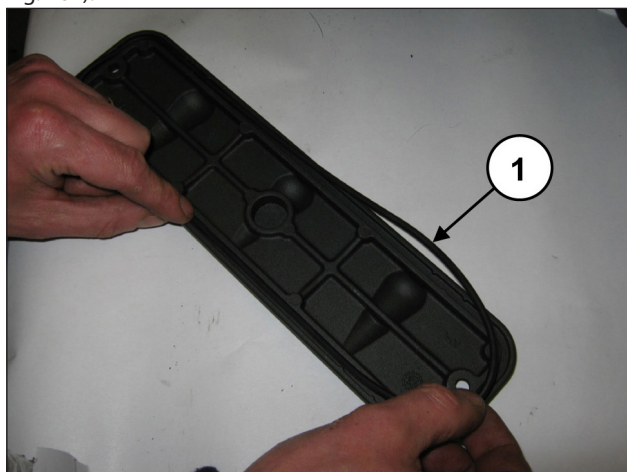
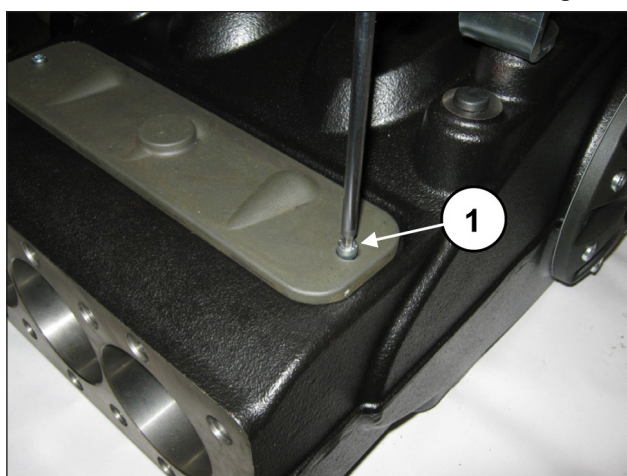

Fig. 160
Fig. 161
Insira o anel circular nas tampas de inspeção (pos. ①, Fig. 160) e monte as tampas usando 2+2 parafusos M6x14 (pos. ①, Fig. 161).